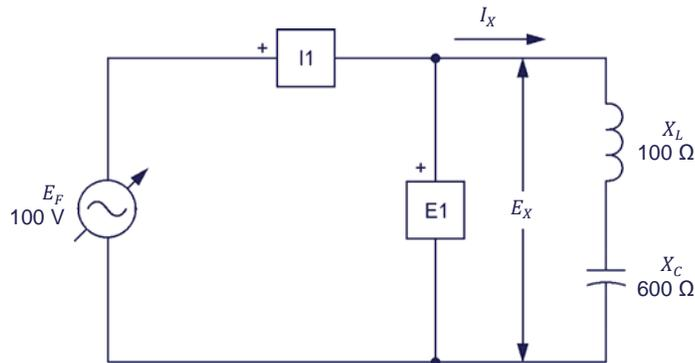

Figura 2-17. Circuito ca serie con un inductor y un condensador.
16. Ajuste los interruptores de la **Carga inductiva** y de la **Carga capacitiva** (o del módulo **Cargas inductivas y capacitivas**) para obtener los valores de reactancia inductiva X_L y reactancia capacitiva X_C que aparecen en el circuito de la figura 2-17.